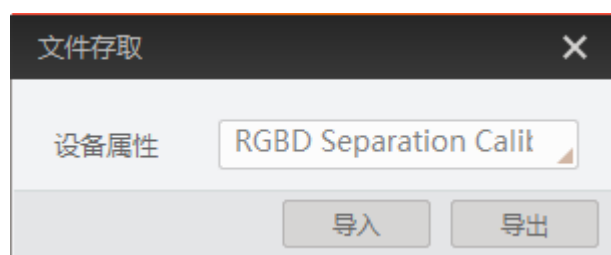

图9-6 导入或导出
2. 在弹出的文件存取对话框中，选择需要存取的文件，单击“导入”或“导出”即可，如图 9-6 所示。